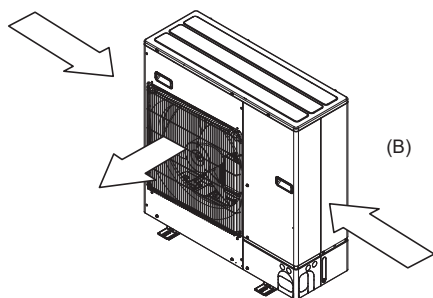

Fig. 2-6
- (3) Placer l'appareil de sorte que la sortie d'air souffle dans la direction perpendiculaire à celle des vents saisonniers, si celle-ci est connue. (Fig. 2-6)